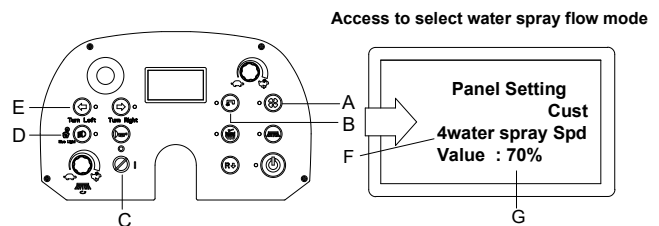

Figura 15
1. Pressione “botão de aspiração” (A, Figura 15) e “botão da bomba” (B, Figura 15) ao mesmo tempo.
2. Introduza a chave de ignição (C, Figura 15) e posicione-a em “I”.
3. Vários segundos depois, o sistema entra no modo de configuração do utilizador (Figura 15).
4. Solte ambos os “botão de vácuo” (A, Figura 15) e “botão da bomba” (B, Figura 15).
5. Pressione o botão de virar à esquerda (E, Figura 15) para selecionar o item 4 “4Water Spray Spd” (Velocidade pulverização de água) (F, Figura 15)
6. Pressione o “botão de aspiração” (A, Figura 15) ou “botão da bomba” (B, Figura 15) para selecionar o valor da velocidade de pulverização de água (50%, 60%, 70% ...) (G, Figura 15).
7. Pressione o botão do farol dianteiro (D, Figura 15), cerca de 1 segundo depois, o ecrã exibe “Update OK” (Atualização OK), indicando que o fluxo de pulverização de água está configurado e, em seguida, reinicie a máquina. (C, Figura 7).